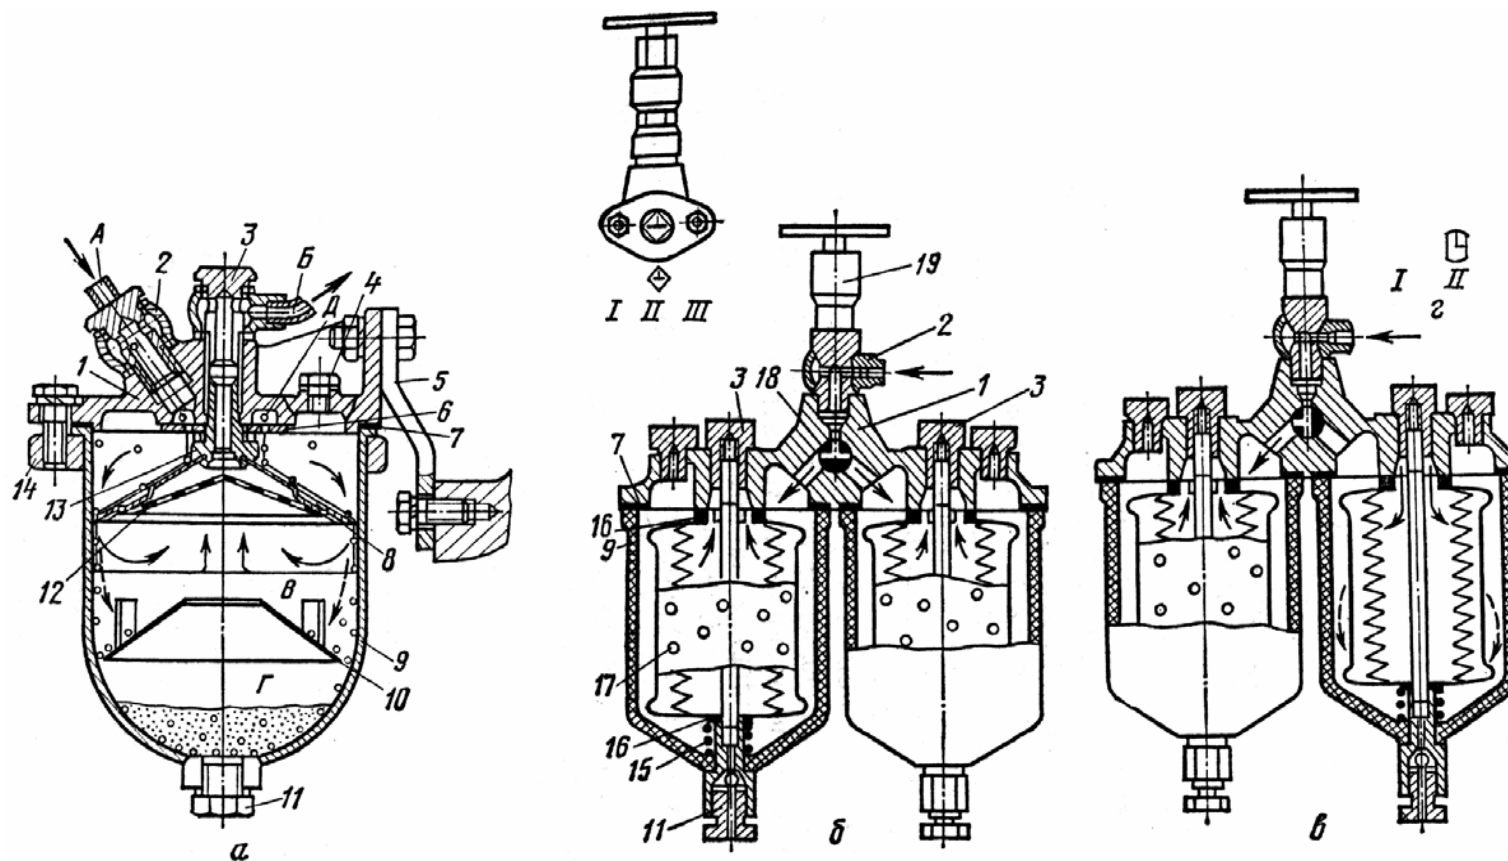

Рис. 4.11. Фильтры топливной системы СМД-62:
5. По рис. 4.11 изучите фильтр грубой очистки топлива ФГ-2.
7. Изучите фильтр тонкой очистки топлива (рис. 4.11, б). Разберите одну секцию (остальные устроены аналогично). Снимите пластмассовый стакан 9 вместе с фильтрующим элементом 17, опорной пружиной 15 и эластичной уплотняющей шайбой 16.